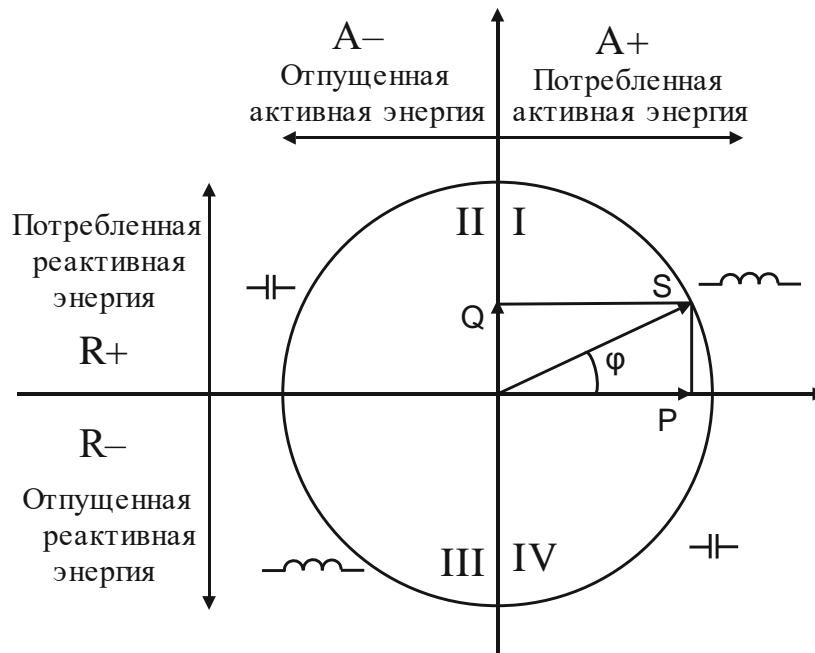

Рисунок 2.1 – Диаграмма распределения активной и реактивной мощности (энергии) по квадрантам
2.2.3 Счётчик в корпусе W32 позволяет измерять следующие типы энергий (см. рисунок 2.1):